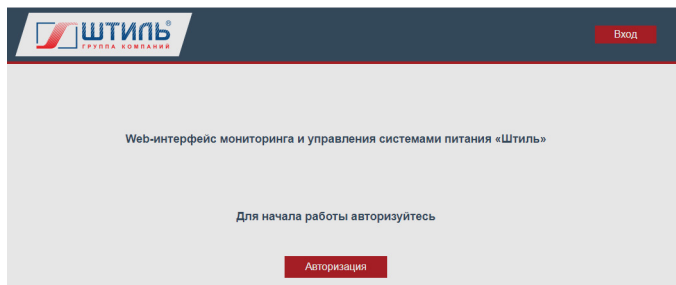

Рисунок 29. Окно авторизации
3. В открывшемся окне авторизации (**рисунок 29**) необходимо нажать кнопку «Авторизация» или «Вход» и затем в новом окне (**рисунок 30**) ввести имя пользователя и пароль.